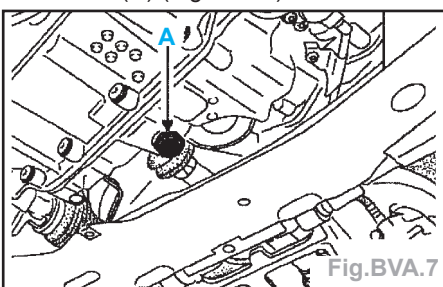

Fig.BVA.7
- La vidange s'effectue en déposant le bouchon (A) (Fig.BVA.7).